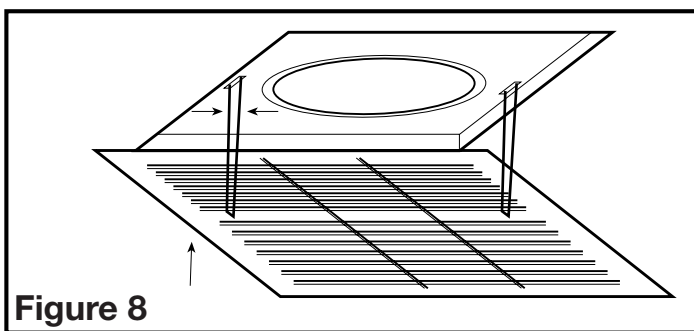

Figure 8
2. Installer la grille en pressant les deux extrémités des ressorts ensemble et en les installant dans les fentes du venturi du ventilateur. Pousser la grille en position (**Figure 8**).